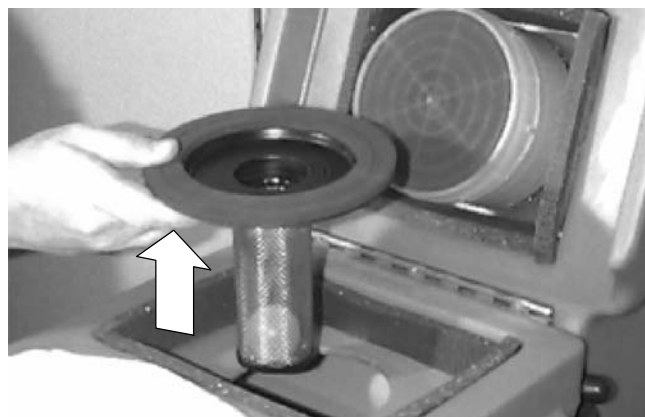

図 15
3. 毎回のご使用後、汚水回収タンク内のフロートスクリーンを取りはずして清掃します。(図15) 清掃後はフロートスクリーンを元の位置に戻します。